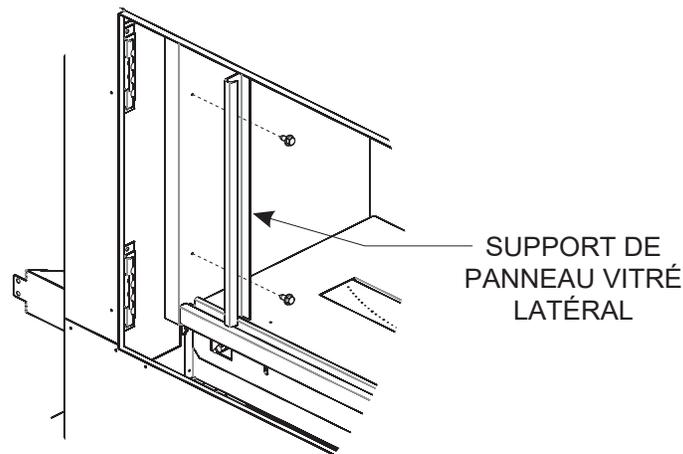

Figure 1
5. À l'aide de deux vis 5/16 X 1/2 po, fixer les deux supports pour panneaux vitrés latéraux de part et d'autre à l'avant de l'âtre. Positionner ces supports en plaçant leurs bords repliés en « U » sur le devant. Voir **Figures 1 et 2.**